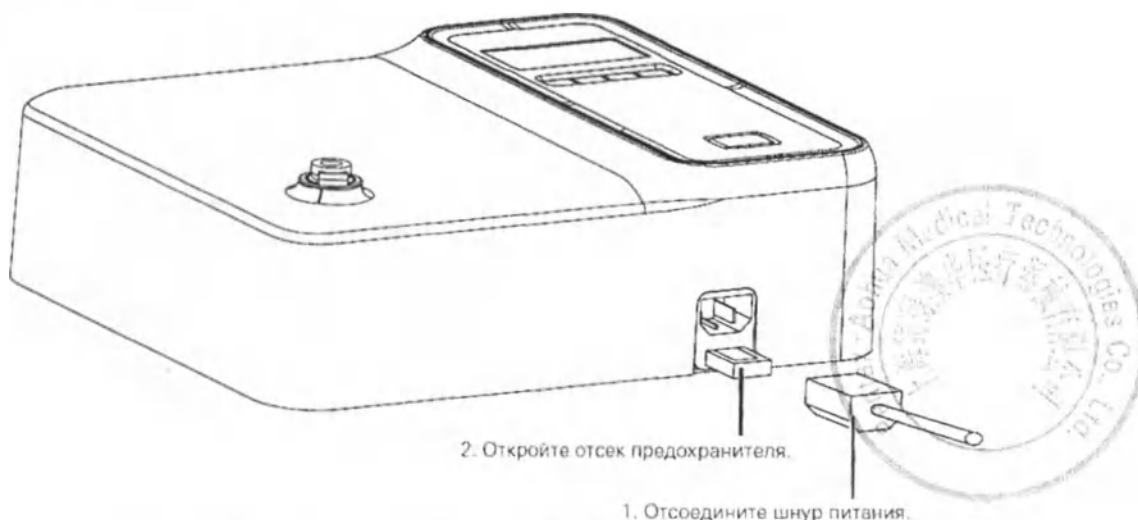

Рис.5. Схематическое изображение замены предохранителя.
1. Прибор требует питания переменного тока напряжением 220 В и частотой 50/60 Гц. Нормальная работа прибора возможна в диапазоне напряжения 100 - 240В. В целях удобства и безопасности следует выделить отдельную розетку для подключения тестера герметичности. Для безопасной работы прибора подсоедините провод заземления к клемме заземления, показанной на рис. 5.
2. Выполните подключение к гнезду питания, как показано на рис. 5.
1. Переведите выключатель питания в выключенное положение и отсоедините вилку питания от розетки, если тестер не работает после включения электропитания. Извлеките предохранитель из отсека и осмотрите его. (См. рис. 5).